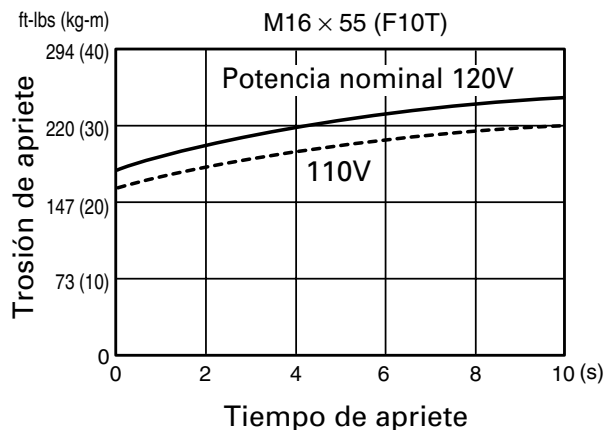

Fig. 4
1. Confirmar la tensión de la línea (Fig. 4)
La tensión de apriete disminuye cuando la tensión de la línea desciende. (Ver la Fig. 4)
La tensión de apriete aumenta al aumentar el tiempo de operación. La tensión de apriete sin embargo no supera cierto valor a pesar de que la herramienta funcione durante un largo período de tiempo. (Ver la Fig. 4)
Como se muestra en la Fig.4, la tensión de apriete difiere según el diámetro del perno. Generalmente, cuanto mayor sea el diámetro del perno, mayor será la tensión de apriete.